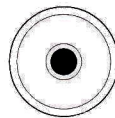

Fig.9
2. Intoarceti nivela 180 grade, bula trebuind sa ramana in centru (Fig 9). Daca nu , trebuie ajustata: